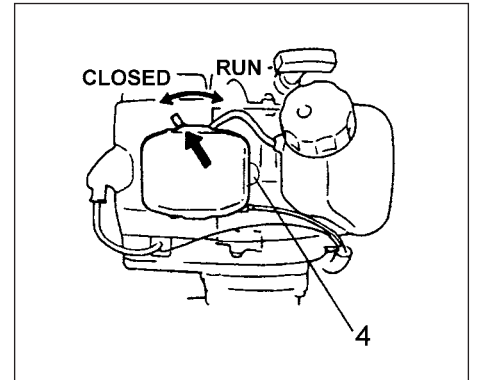

Fig. 2-3
- * Tryk snapsepumpen (4) adskillige gange, så brændstoffet flyder gennem pumpen eller returrøret. (hvis udstyret med det) (Fig. 2-3).
3. Sæt chokeren i positionen CLOSED. (Fig. 2-3)
5. Når du hører motoren ønske at starte, så sæt chokeren tilbage til positionen RUN (åben). Træk så rekylstarteren kvikt igen. (Fig. 2-3)